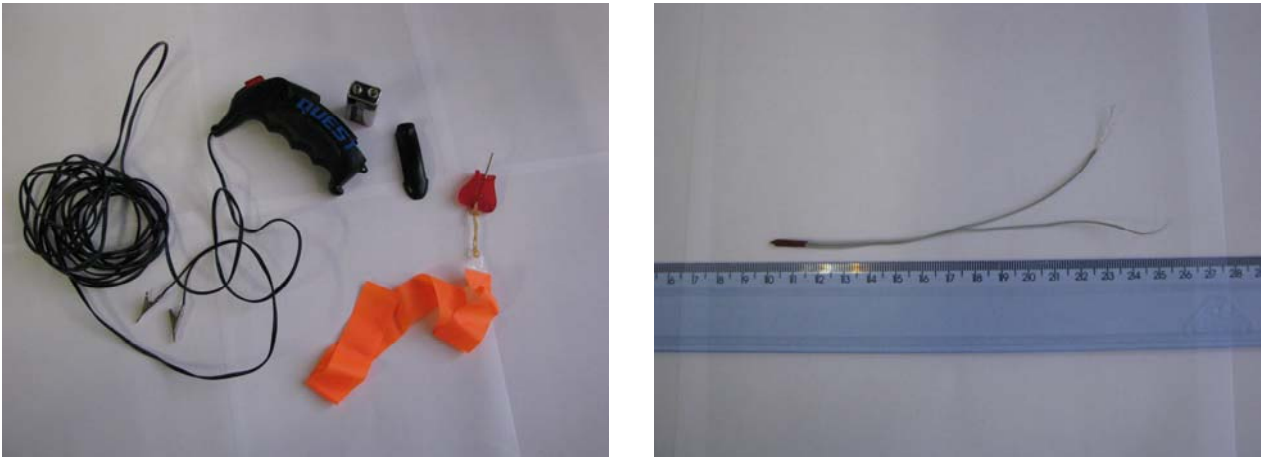

Figura 2. Sistema de ignição do tipo Quest e ignitor do tipo Bandeirante.
- Carga de propelente: quantidade de propelente que ao ser consumida gera a força de empuxo (E) do motor. Geralmente o propelente é pólvora negra. Os motores são disparados eletricamente através de um sistema de ignição e um ignitor pirotécnico, mostrados na Figura 2.